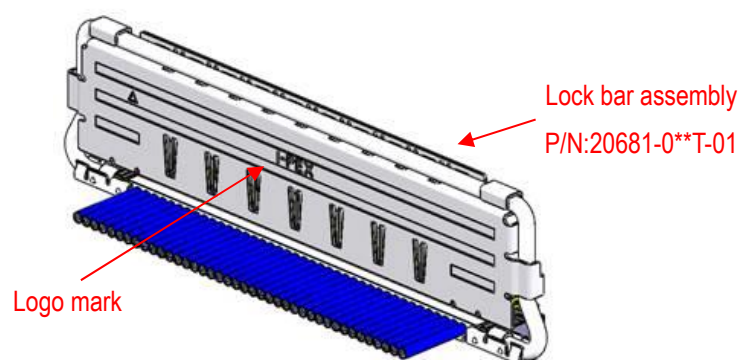

Figure 6. I-PEX Logo Mark
① Fig.6 の様に Lock bar assembly をケーブル側に 45°傾ける。